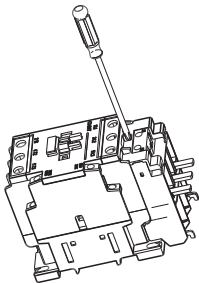

图7
7.2.3 接触器与连接器拼装后将产品放置在桌面上，如图7所示，使用 $\Phi 5 \times 100$ 十字螺丝刀旋紧接触器线圈接线螺钉，拧紧扭矩为 $0.8\text{N}\cdot\text{m}$ 。使用一字或十字螺丝刀旋紧接触器1/L1、3/L2、5/L3接线螺钉，拧紧扭矩分别为 $2\text{N}\cdot\text{m}$ (CC-2(NS2))、 $6\text{N}\cdot\text{m}$ (CC-3(NS2))。